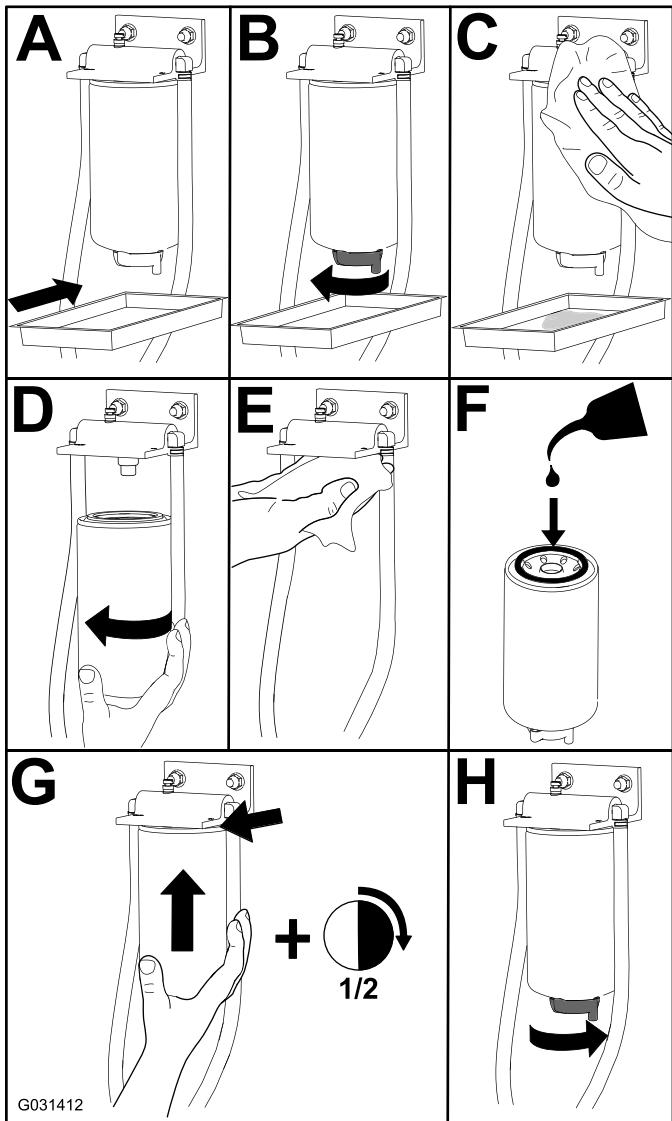

Figure 84
- Remplacez le filtre comme montré à la Figure 84.